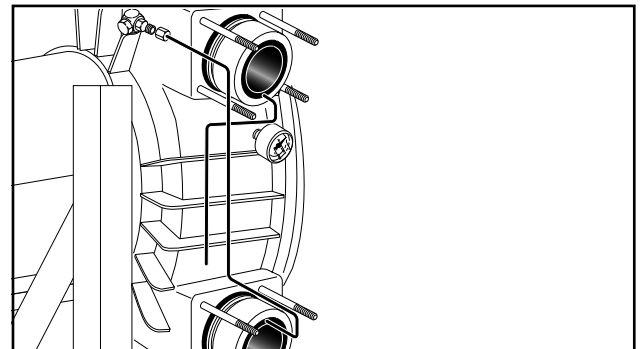

Fig. 24 Canule d'évacuation
3. La canule d'évacuation du côté d'aspiration est remplacée par un autre modèle et raccordée au raccord à vis coudé de la face arrière de la pompe. La canule de mise sous vide du côté de refoulement est guidée vers l'air libre (Fig. 24).